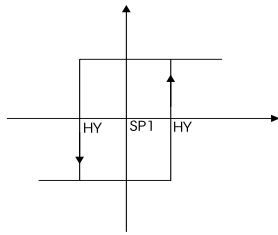

Figura 3
- a) **SP1** : programmazione del punto di intervento dell'allarme nel campo 0 ÷ 9999. Nel caso di soglia a finestra "SP1" determina la prima commutazione (vedi Figura 3 ).
- soglia ad intervento semplice vedi Figura 3.